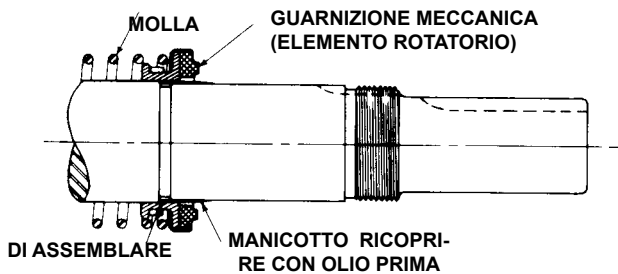

FIGURA 11
4. Ponete un manicotto di installazione rastremato sull'albero, **Figura 11**. Il manicotto è fornito di guarnizioni meccaniche di ricambio per GG, AS, AK e AL. Ricoprite l'albero e il rotore, il manicotto di installazione rastremato e il diametro interno dell'elemento rotatorio della guarnizione meccanica con un generoso strato di olio non detergente SAE 30. Può essere utilizzato il Petrolatum, il grasso invece non è consigliato.